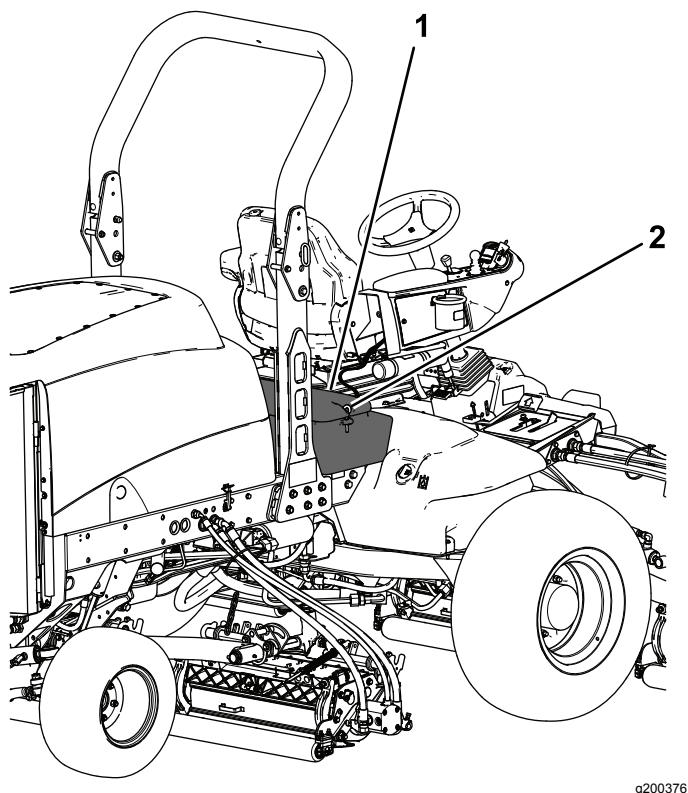

Figura 57
2. Desbloqueie e eleve o painel da consola do operador (Figura 57).